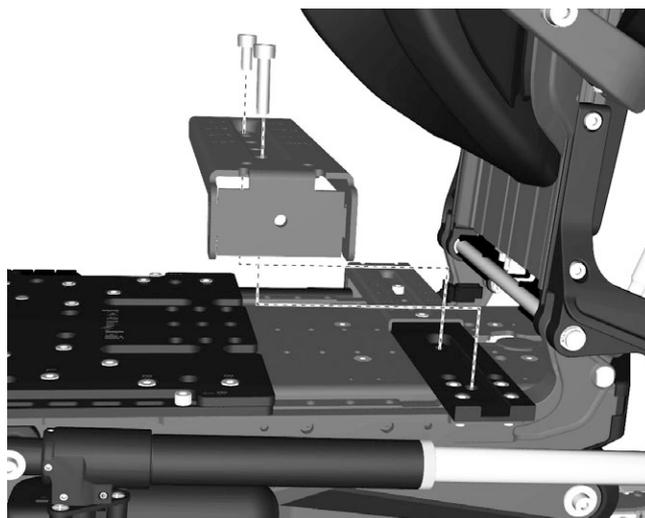

Abbildung 176. Der Halter der UniTrack-Schiene ist mit zwei Schrauben befestigt.
7. Halter der UniTrack-Schiene montieren. Es ist mit zwei Schrauben befestigt. Siehe Abbildung. 176.